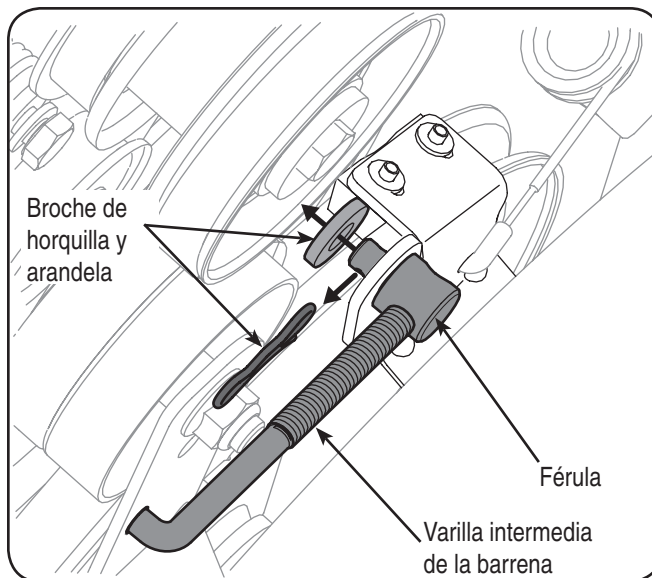

Figura 7-4
1. Retire el broche de lazo y la arandela plana de la férula para desconectar la varilla intermedia de la barrena del conjunto del soporte del freno. Vea la Figura 7-4.